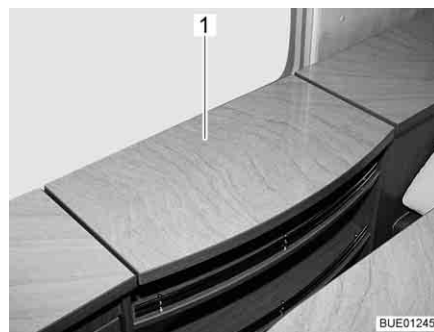
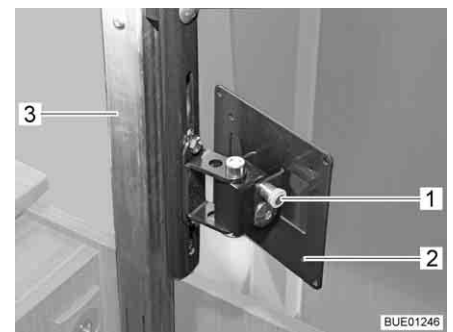

Bild 55 TV-Fach
Bild 56 Hubmechanismus
- Abdeckung (Bild 55,1) des TV-Fachs in der Mitte leicht nach unten drücken. Die Ausschubsäule (Bild 56,3) wird entriegelt und fährt nach oben.
- Entriegelungsknopf (Bild 56,1) ziehen und Halterung (Bild 56,2) mit Flachbildschirm in gewünschte Position schwenken.
- Flachbildschirm in die Ausgangslage zurückschwenken, bis Halterung (Bild 56,2) in die Verriegelung einrastet.
- Abdeckung (Bild 55,1) in der Mitte gegen den Widerstand der Ausschubsäule (Bild 56,3) nach unten drücken, bis die Verriegelung einrastet.